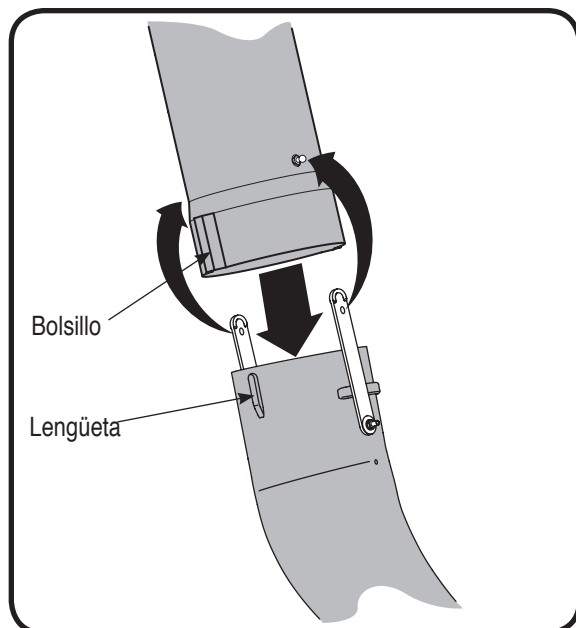

Figura 26
7. Coloque el extremo inferior del tubo del canal por encima del canal de descarga de modo que las lengüetas del tubo de descarga encajen en los bolsillos del tubo del canal. Vea la Figura 26.
8. Ajuste engançando las dos tiras de retención del canal de descarga en los pasadores del tubo del canal. Vea la Figura 26.